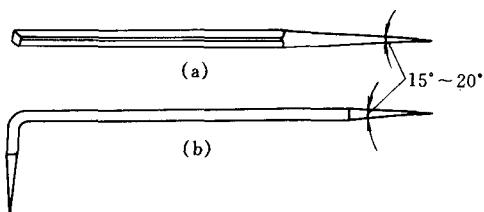

图 1-4 划针
(2) 划针 直接在工件上划出线条，但需配合钢板尺、角尺或样板等导向工具一起使用。它用弹簧钢丝或高速钢制成，直径为3~6mm，长约200~300mm，尖端磨成 $15^{\circ}\sim 20^{\circ}$ 的尖角如图1-4，并经淬火硬化，这样就不容易磨损变钝。